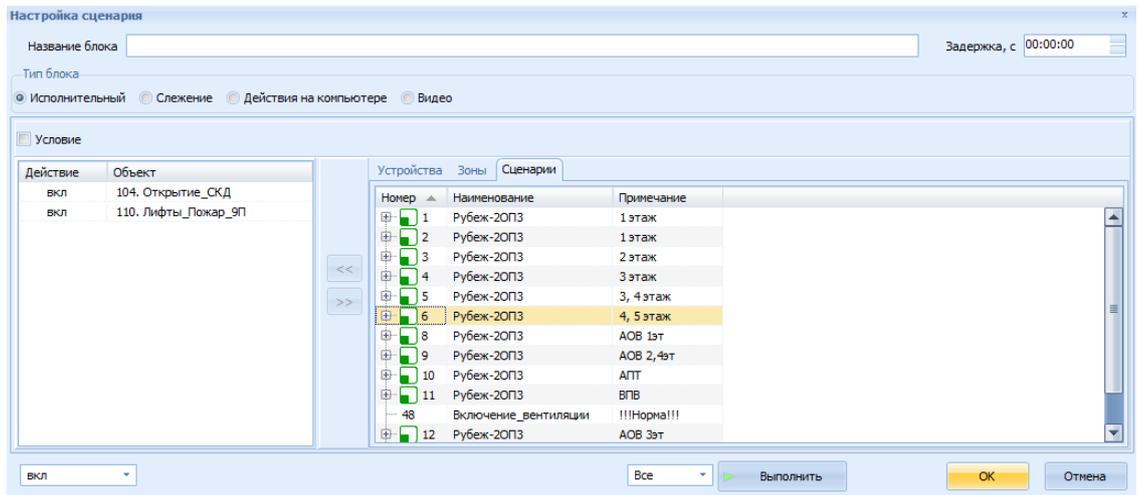

Рис. 25 Окно Настройка Сценария
- 3) в открывшемся окне **Настройка сценария** перейти на закладку **Сценарии**, выбрать ведомые сценарии *104 Открытие_СКД* и *110 Лифты_Пожар_9П* и действие со сценариями – *Вкл* (Рис. 25),